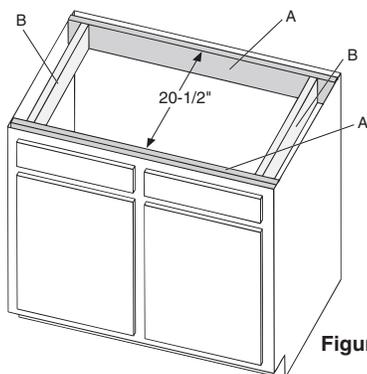

Figure 4
2. Fixer deux planches de support sur les côtés du meuble, une à l'avant et l'autre à l'arrière, en les plaçant à 20-1/2" (52 cm) de distance et à égale distance de la ligne médiane (voir Figure 4-A ci-dessous). Placer les planches à la bonne hauteur pour que le dessus de l'évier affleure la surface du meuble. Il sera peut-être nécessaire de renforcer les côtés du meuble pour qu'ils puissent supporter un poids minimum de 350 livres (158.75 kilos).
4. Une fois l'évier positionné, fixer deux planches supplémentaires de 20-1/2" (52 cm) entre les planches de support (voir la Figure 4-B).